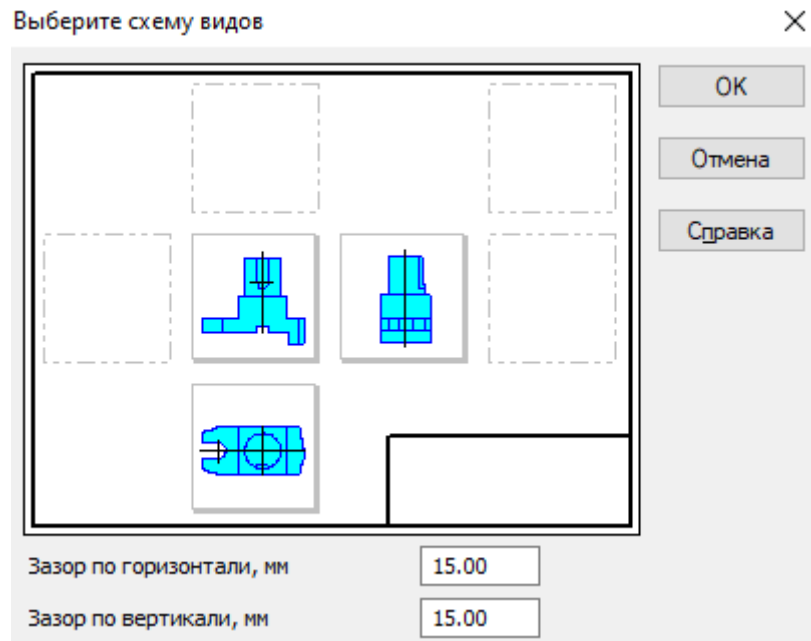
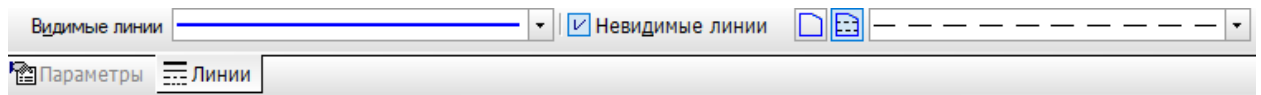

Рис. 6.11
Рис. 6.12
13. Створимо асоціативне креслення. Для цього створюємо нове креслення формат A3, горизонтальний. В Головному меню вибрати Вставка - Вид з моделі - Стандартні... . В Панелі властивостей у вікні  Схема  Схема залишаємо показані в схемі три види: головний, зліва, зверху (рис. 6.11). На вкладці Лінії вибираємо невидимі лінії показувати, стиль лінії - штрихова основна (рис. 6.12).